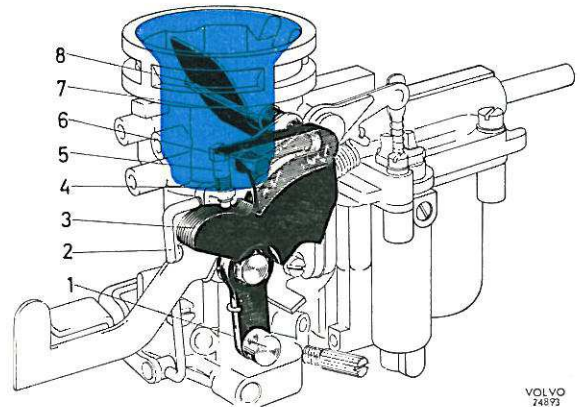

Figure 65. Système de starter et de ralenti accéléré
Afin d'enrichir le mélange air-essence lors du démarrage d'un moteur froid, il est prévu un dispositif de starter qui est commandé à partir du tableau de bord à l'aide d'une tirette. En retirant cette tirette au moment du démarrage, on actionne le levier formant came (4, figure 65). Ce dernier agit à son tour sur le ressort (7) de l'axe du volet d'air, qui ferme alors ce volet (8), créant ainsi au-dessous du volet un degré de vide partiel élevé, donc une plus forte aspiration d'essence dans le carburateur. Lorsque le moteur a démarré et que
L'une des cames (3, figure 65) du levier de starter actionne le papillon d'accélérateur par l'intermédiaire de la vis de ralenti accéléré (5) et de la tige de liaison (2). De cette manière, le papillon d'accélérateur s'ouvre au fur et à mesure que le volet d'air se ferme. Le degré d'ouverture de ce papillon, par rapport au degré de fermeture du volet, peut être réglé à l'aide de la vis (5). Grâce à ce dispositif de ralenti accéléré, le conducteur peut, de sa place, donner un régime de ralenti plus élevé durant la période de réchauffage du moteur et éviter ainsi des calages lors des démarrages à froid.